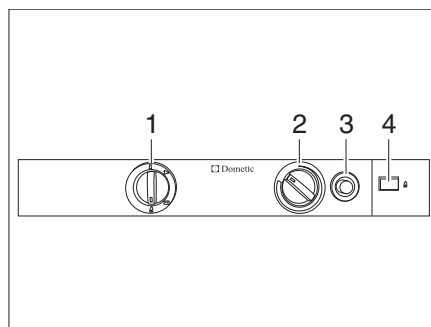

Fig. 322 Elementos de mando para el frigorífico (Dometic de la serie 8)
- Situar el selector de energía (Fig. 322,1) en "▲".
- Presionar el regulador giratorio (Fig. 322,2), girarlo al nivel máximo y mantenerlo presionado. Esperar hasta que salga gas hacia el quemador.
- Presionar el botón de encendido de gas (Fig. 322,3) y mantenerlo pulsado. El encendido se realiza automáticamente.
- Mantener pulsado el botón de encendido de gas (Fig. 322,3) hasta que el indicador de llama (Fig. 322,4) esté verde y soltarlo entonces.
- Mantener aún presionado el regulador giratorio (Fig. 322,2) de 10 a 15 segundos y después soltarlo.
- Situar el selector de energía (Fig. 322,1) en "⚡".
- Ajustar la temperatura de refrigeración con el regulador giratorio (Fig. 322,2).
- Situar el selector de energía (Fig. 322,1) en "⊕ ⊖".